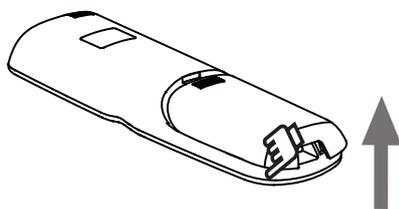

Figura 2.6
- 2) Remova a tampa da bateria (consulte a Figura 2.6);